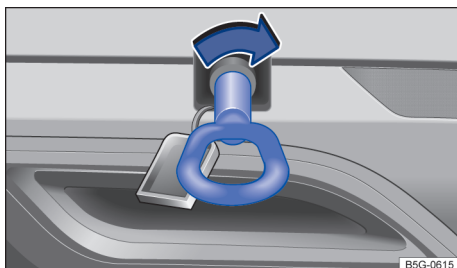

Fig. 207 No lado direito do para-choque traseiro: rosquear a argola de reboque.
- Enrosque a argola de reboque no alojamento → Fig. 207 girando-a ao máximo **no sentido horário** → ⌚. Utilize um objeto adequado com o qual possa ser rosqueada de modo completo e firme a argola de reboque em seu alojamento.